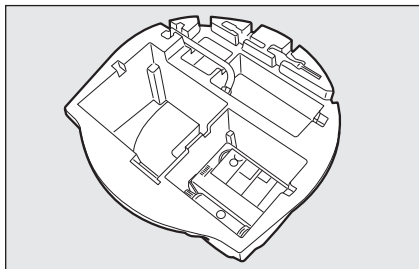

fig. 4
- prélever du coffre à bagages la boîte à outils **fig. 4**;